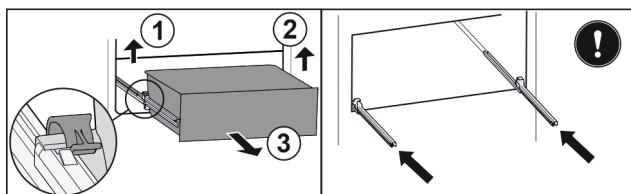

Fig. 153
- ▶ Lyft vänster klämma och dra samtidigt utdragslåda till vänster framåt. Fig. 153 (1)
- ▶ Lyft höger klämma och dra samtidigt utdragslåda till höger framåt. Fig. 153 (2)
- ▶ Ta ut utdragslåda genom att dra den framåt. Fig. 153 (3)